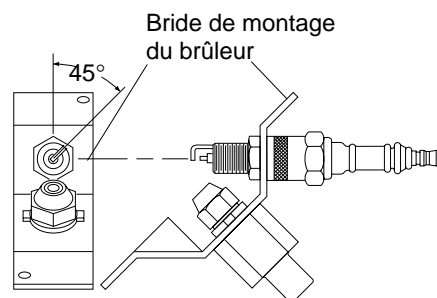

Figure 19 - Mise en place de la bougie, modèles 35/50 seulement
10. Reposez la bougie sur la bride de montage du brûleur. Faites tourner la bride de façon à positionner les électrodes de la bougie comme montré sur la figure 19.